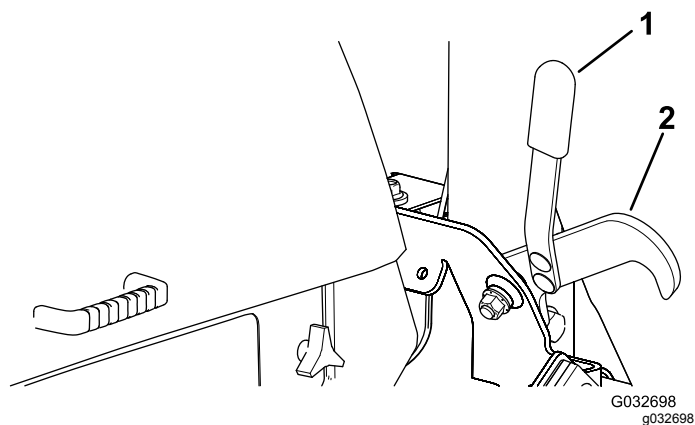

Figura 29
2. Enquanto estiver sentado no banco do operador, rode a chave da ignição para a posição FUNCIONAMENTO (Figura 29).